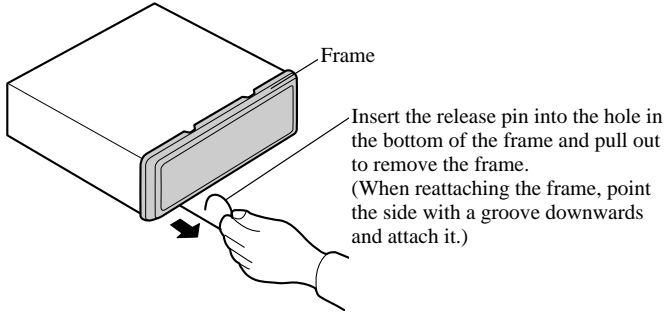

Fig. 15
1. Remove the frame. (Fig. 15)